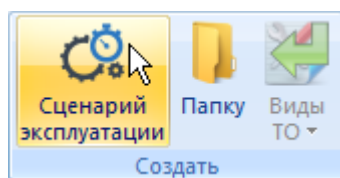

Рис. 18-2 – Панель «Создать»
3) Нажать кнопку «Сценарий эксплуатации» панели «Создать» на вкладке «Правка» (рис. 18-2).